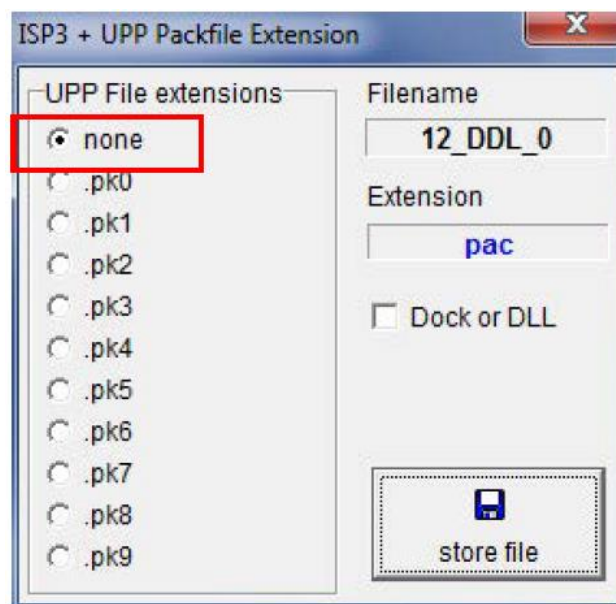

Рисунок 14
2.13 Во всплывающем окне «ISP3+UPP Packfile Extension», вы можете выбрать предпочитаемый канал, активировав переключатель рядом с ним (рисунок 14).